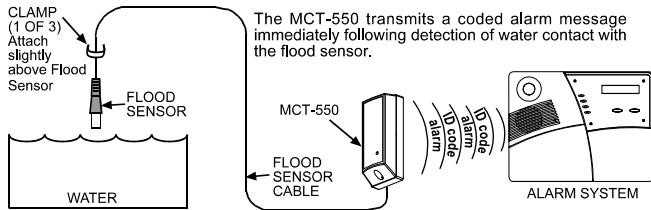

图 1. 使用 MCT-550
B. 固定好水浸探测器,并用夹子将传感线缆固定在墙上。在传感头上方用一个线夹固定紧。水浸探测器应该垂直固定在液体是上方并且朝下。剩下的2个夹子可按要求使用(参照图1和图3)。